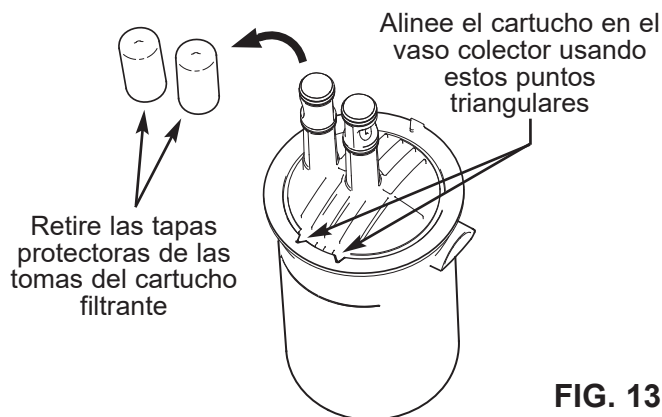

FIG. 13
7. Retire el cartucho filtrante nuevo de su embalaje y saque las tapas protectoras de las tomas (vea la Fig. 13).
8. Los cartuchos filtrantes pueden instalarse en una sola orientación, y están "machihembrados" para garantizar su calce correcto. Introduzca el cartucho filtrante nuevo en el vaso colector y gírelo hasta que los puntos triangulares en su borde superior se alineen con y encajen en los fiadores correspondientes del colector (vea la Fig. 13).